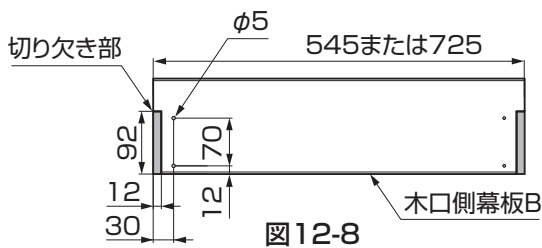

図12-8
④幕板Bを545mm、または725mm幅で切断してください。
⑤木口側幕板Bの両端に切り欠き加工をして、4ヶ所、 $\phi 5$ の下孔をあけてください。(図12-8参照)
⑥木口側幕板Bの両端にくり貫き部幕板固定金具をM4×25サラ小ネジ、M4六角ナット、M4用平座金、M4用バネ座金で固定してください。